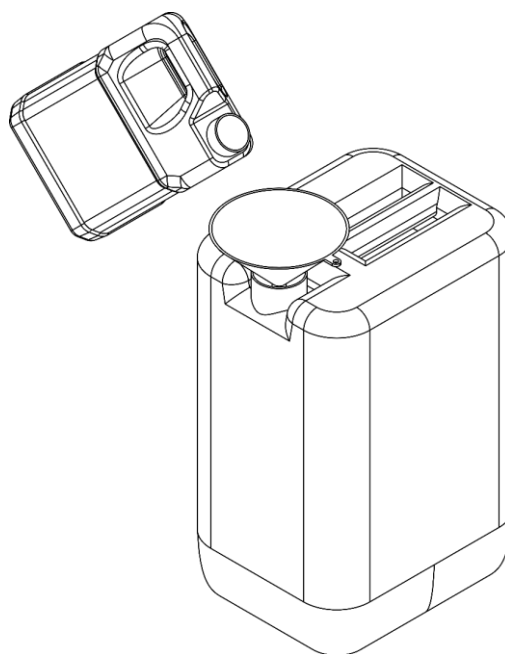

Fig. 17
- 05) Utilizzare un imbuto per versare il liquido per neve dal serbatoio nella tanica originale del liquido per neve, come mostrato nella Fig. 17.